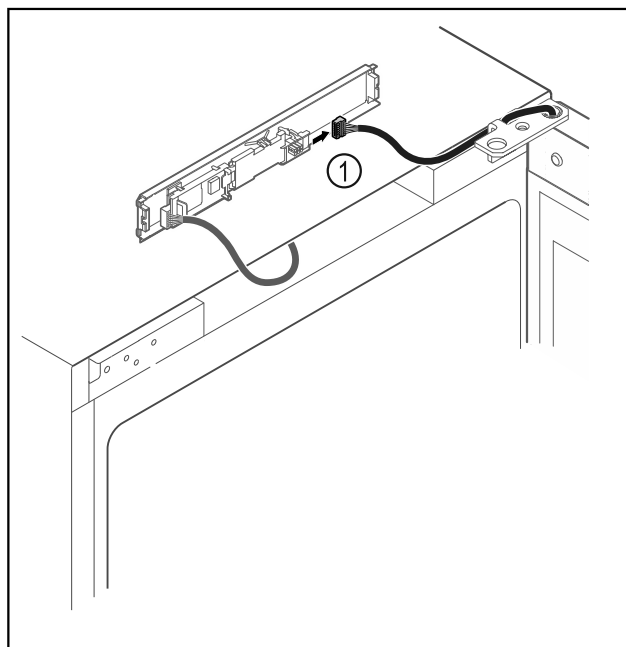

Fig. 12
- ▶ Wtyczkę Fig. 12 (1) należy odłączyć od płytki drukowanej.